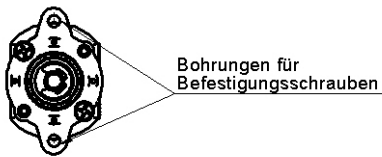

Abbildung 2. Befestigung Flansch
1. Um den DC-Motor mit Y-Planetengetriebe (Abbildung 2) zu befestigen, zwei Schrauben M2 in die Durchgangslöcher schrauben.